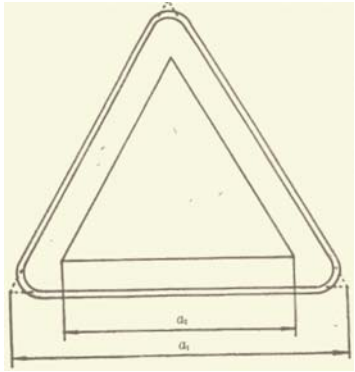

图 2 警告标志的基本型式
4.2.2 警告标志的基本型式是正三角形边框，如图 2 所示：